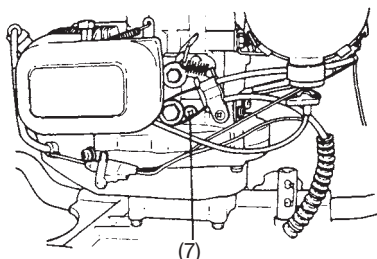

Fig. 12
- 2) Motorens turtallsregulator er smurt med # 30 kvalitetsolje (EP litium). Volumet er 0,5 fl.oz. (16ml) og bør kontrolleres etter hver 50. driftstunde i nivåkontrollskruen. (Fig. 12) Når kontrollskruen skrues opp, holdes skruesiden opp.